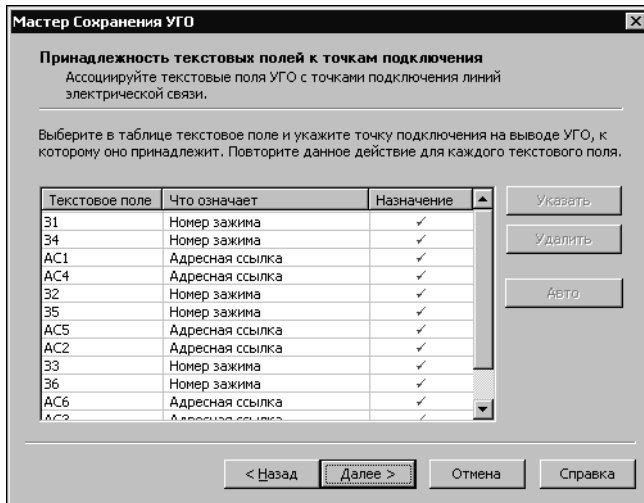

Рис. 4.7. Связь текстовых полей УГО с точками подключения
Откроется следующее окно для выполнения ассоциации текстовых полей с точками подключения линий электрической связи (рис. 4.7).
11. После выполнения ассоциации настоятельно рекомендуется проконтролировать соответствие текстовых полей номеров зажимов точкам подключения на графике УГО. В окне Мастера (рис. 4.7) выберите курсором строку с номером зажима. На графике УГО красным цветом будет выделена точка подключения. Если номер зажима, выбранный в окне диалога, не совпадает с номером зажима на изображении УГО, значит, допущена ошибка. Чтобы ее исправить, удалите ошибочную ассоциацию и заново выполните ассоциацию вручную.